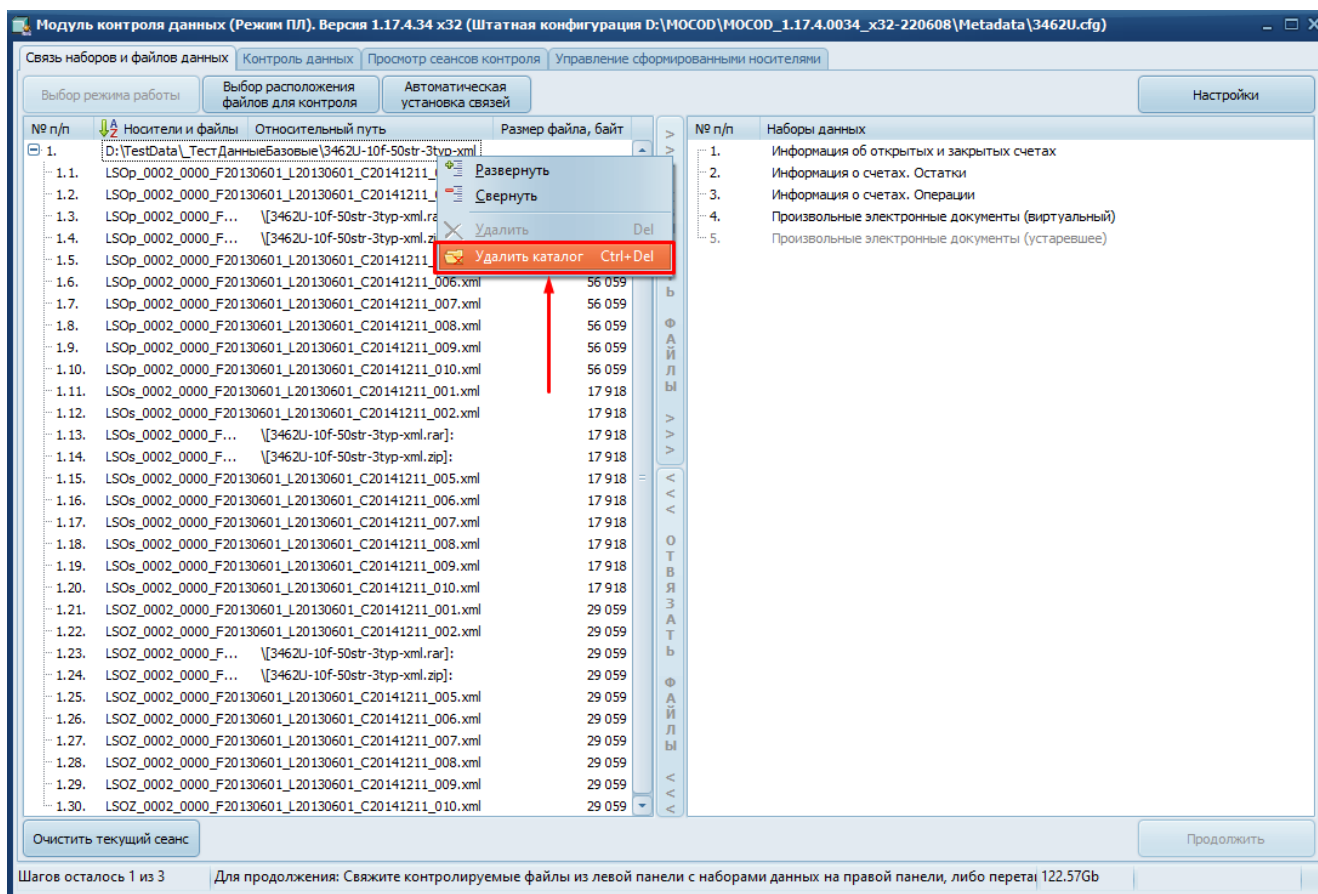

Рисунок 43 – Кнопка «Удалить каталог»
2) Выделите необходимый каталог, нажмите на нем правой кнопкой мыши и выберите пункт контекстного меню «Удалить каталог» (Рисунок 43).